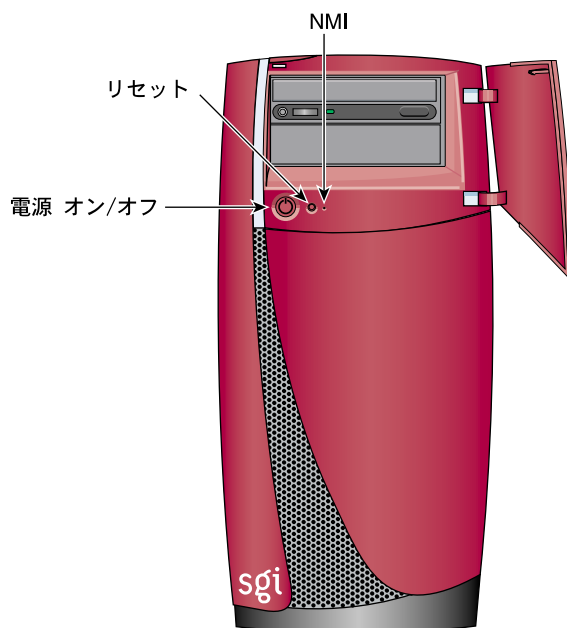

図 2-8 電源ボタンおよびリセット・ボタン
2 回目に電源ボタンを押しても電源が切れない場合は、図 2-8 に示すように、鉛筆またはペンを使用してリセット・ボタンを押してください。それでもシステムの電源が切れない場合は、ワークステーションの背面から電源ケーブルを取外し、サービス・プロバイダに連絡してください。
**メモ :** 図 2-8 に示されている NMI ボタンは、SGI のフィールド・エンジニアが問題を診断するために使用します。このボタンは、SGI の営業担当者から指示を受けた場合以外は押さないでください。